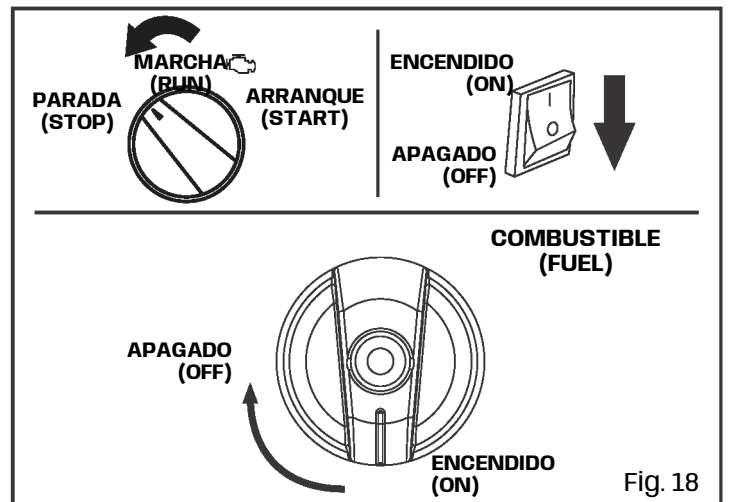

Fig. 18
3. Gire el interruptor MOTOR (ENGINE) a la posición "APAGADO" ("OFF") (Fig. 18).
4. Gire el interruptor COMBUSTIBLE (FUEL) a la posición "APAGADO" ("OFF") (Fig. 18).